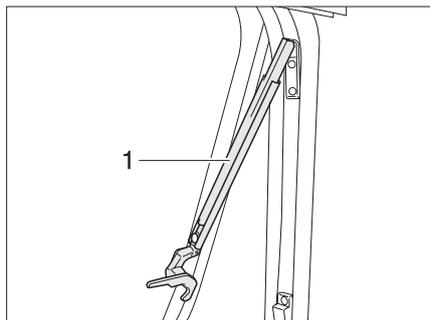

Fig. 25 Fenêtre projetante avec bras automatiques, ouverte
- ▶ Ouvrir la fenêtre projetante jusqu'au cran d'arrêt souhaité. Le bras automatique (Fig. 25,1) s'enclenche automatiquement. La fenêtre projetante reste dans la position souhaitée.